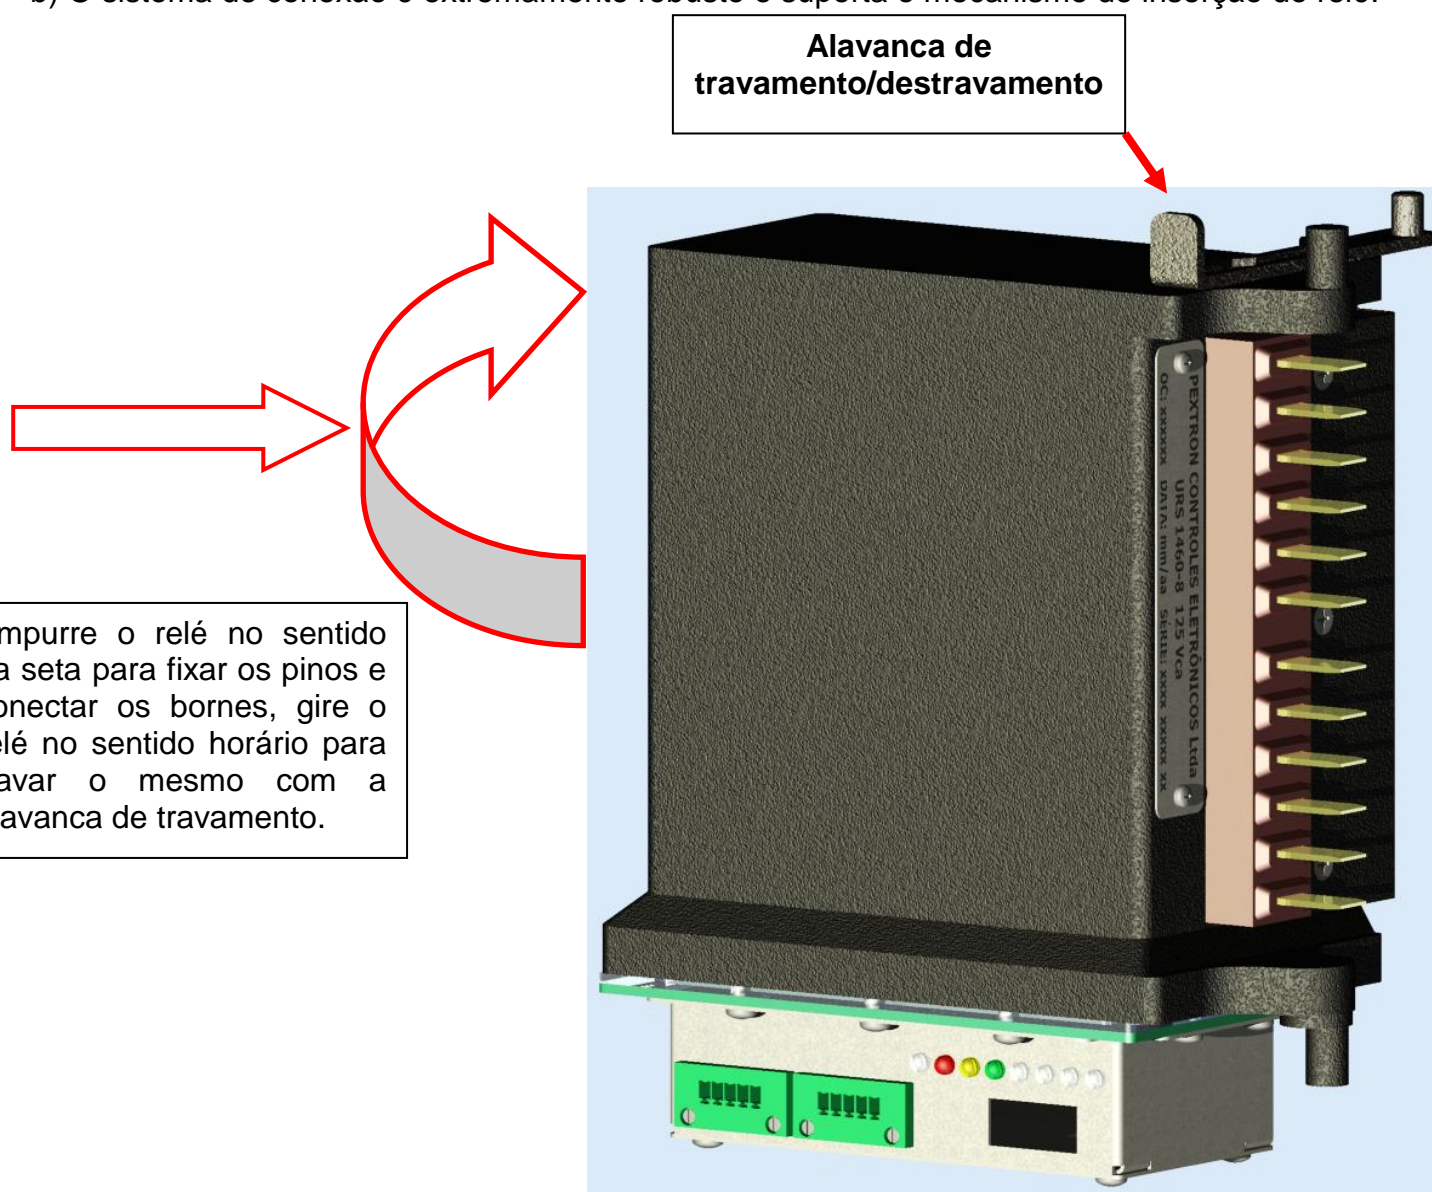

Figura 31: Inserção do URS1460-8
a) Posicionar o URS1460-8 (figura 31) nos pontos de encaixe do gabinete (local da instalação). Uma vez posicionado, basta empurrar o URS1460-8 em direção ao gabinete, para que os terminais se encaixem. Feito o contato, gire o URS1460-8 (relé) no sentido horário para realizar o travamento do mesmo.